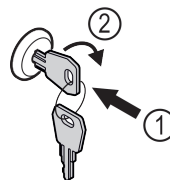

Fig. 115
- ▶ 按入钥匙 Fig. 115 (1)。
- ▶ 将钥匙顺时针转动 90° Fig. 115 (2)。